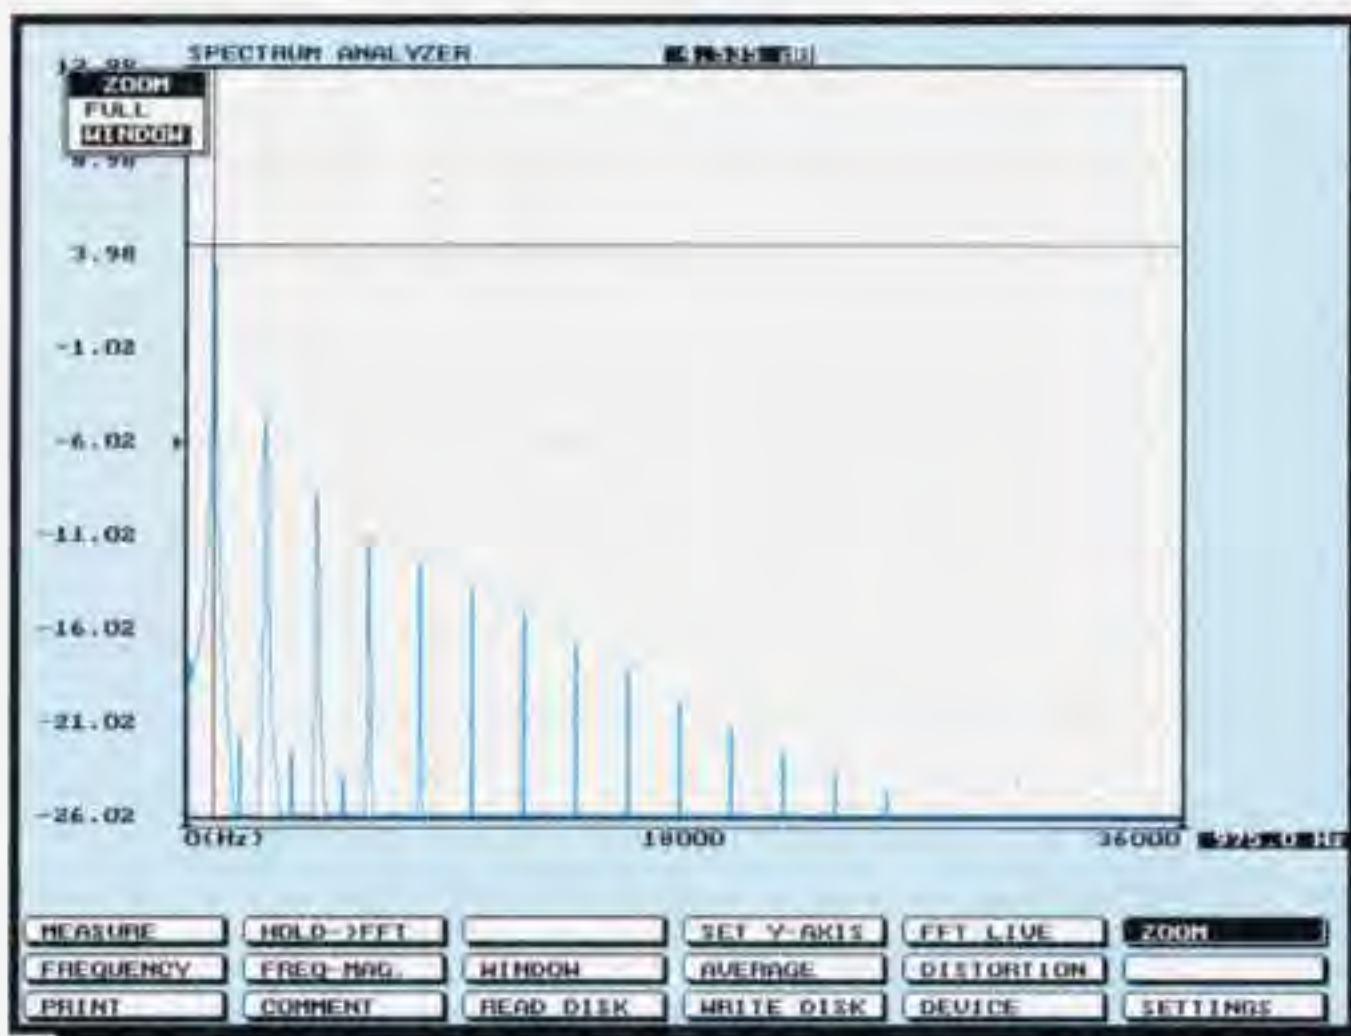

Fig.9 Se volete ingrandire delle tracce vi conviene andare alla casella **Zoom**, premete Enter e nella finestra che vi apparirà selezionare la funzione **Window**.
- Nella finestra che apparirà (vedi fig.9) portate il cursore sulla riga **WINDOW** e premete Enter. Sullo schermo apparirà una piccola **croce** che potrete spostare sia a destra che a sinistra, in basso o in alto utilizzando i tasti **freccia**.
Per **togliere** la funzione **zoom** occorre ritornare alle finestre di fig.9 e spostare il cursore dalla riga **WINDOW** alla riga **FULL** e premere Enter.
Fig.11 Premendo Enter l'area contornata nella fig.10 apparirà sul monitor ingrandita. Per togliere la funzione Zoom spostate il cursore da Window a Full (vedi fig.9).